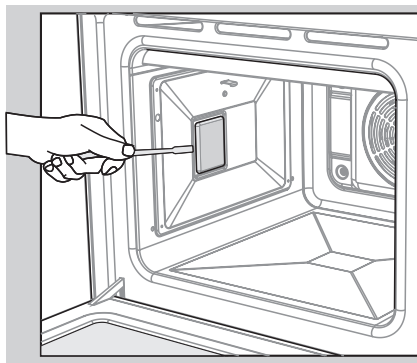

Рис.19
- Снимите плафон боковой подсветки (рис.19).